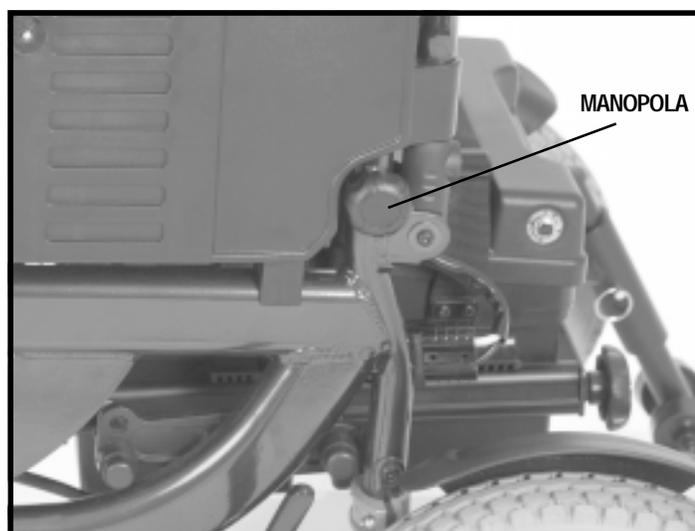

Figura 18. Installazione dello schienale
11. Fissare lo schienale al gruppo base del sedile serrando le manopole sui due lati della carrozzina. Si veda figura 18.